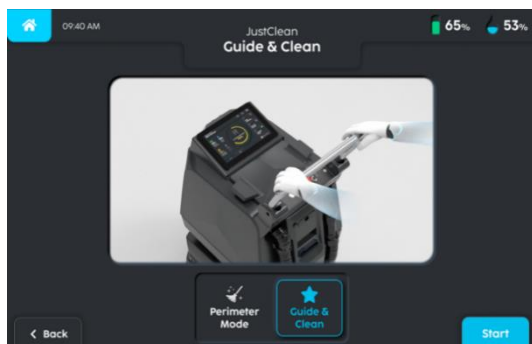

FIGURE 5-20
1. Sélectionnez 'GUIDER & NETTOYER' et cliquez sur 'DÉMARRER' (Fig. 5-20).